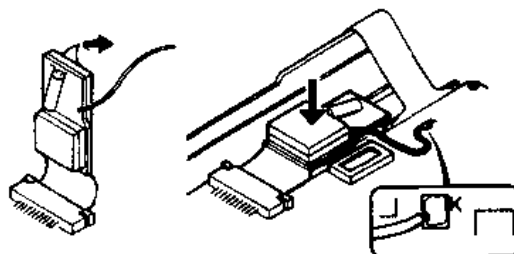

图 3-9
2. 如图 3-9 所示, 剥去双面粘胶保护纸, 并把 CTD412 与 P.C 板粘在一起。注意: 当监听 DTMT 信号时, 将 CTD412 的电线头焊接在 P.C 控制板上标有 K 的焊点上。当 DTMF 信号不能监听到, 请分开 CTD412 上的线头。